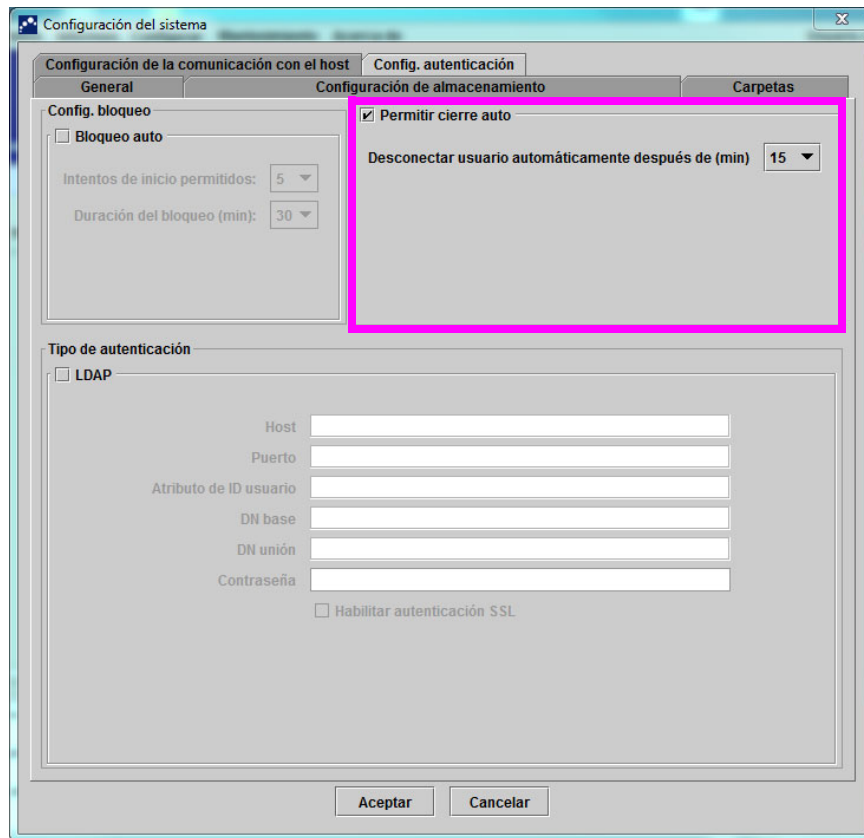

Figura 2-86. Configuración de autenticación con desconexión automática
2. Haga clic en la ficha **Config. autenticación**; aparecerá la información de configuración de la autenticación. Consulte la figura 2-86.